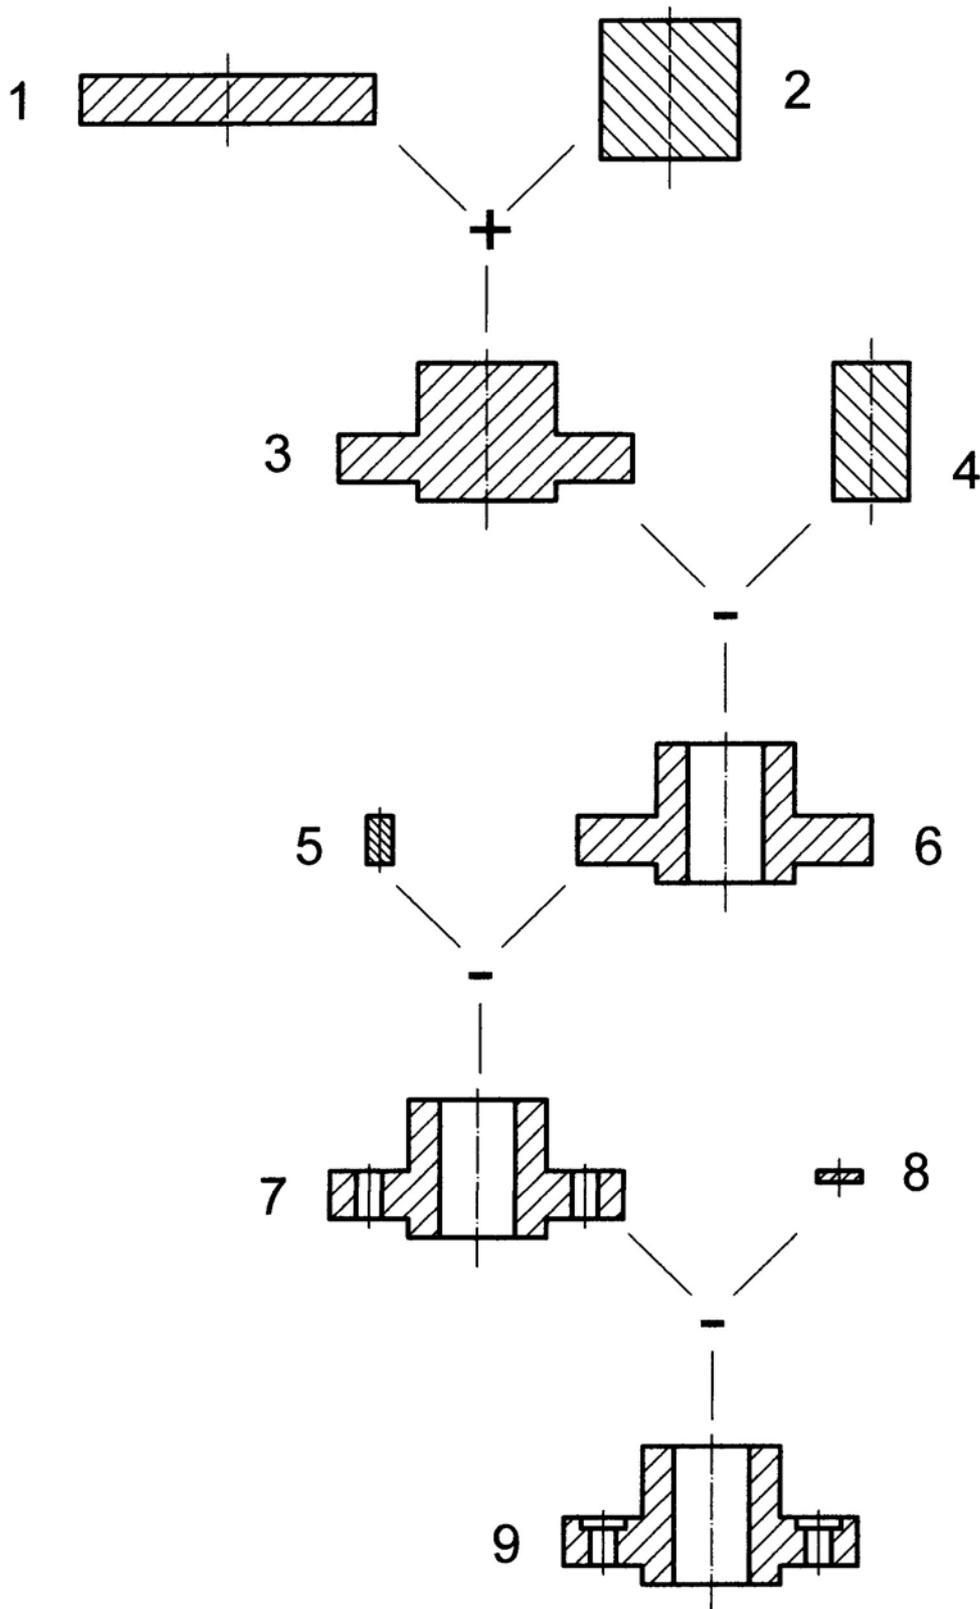

Figura 3. Árbol GCS correspondiente al ejercicio 5
Una primitiva cilíndrica de diámetro y altura según la geometría de la pieza (en el árbol GCS de la figura 3 se indica como 5), multiplicada por dos, ayudará a construir los dos taladros existentes en el cilindro de mayor diámetro de ésta. Para ello se sitúa adecuadamente la primitiva (5) sobre la pieza anterior obtenida (6) y se aplica de nuevo la operación de diferencia consiguiendo la pieza 7.
Por último, una nueva primitiva cilíndrica (en el árbol GCS de la figura 3 se indica como 8) de diámetro igual al del abocardado de los dos taladros anteriores y altura la correspondiente a la geometría de la pieza, se restará del cuerpo obtenido en la etapa previa (7).
En esta última fase, se ha terminado de construir la pieza buscada (en el árbol GCS de la figura 3 se indica como 9).
6. En la figura 3 se muestra un esquema eléctrico de control de un motor trifásico M1. Responder de manera breve a las siguientes cuestiones: